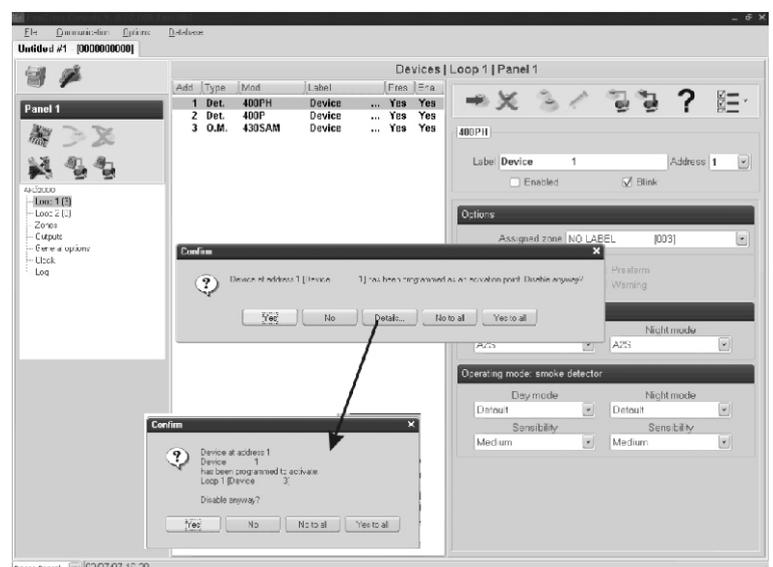

Figura 26 Ventana para confirmación deshabilitación dispositivo.
Haciendo clic en un dispositivo insertado se abre la relativa ventana de programación (diferente según el tipo de dispositivo) en caso de sensores (Figura 26); en la **primera sección -Elección múltiple:**
*Si se deshabilita un sensor que está habilitado en un módulo de salida o módulo Entradas-Salidas (quitar la marca en la respectiva sección) aparecerá una ventana para solicitar confirmación; y haciendo clic en Detalles se podrán ver los detalles (ver la figura 26).*